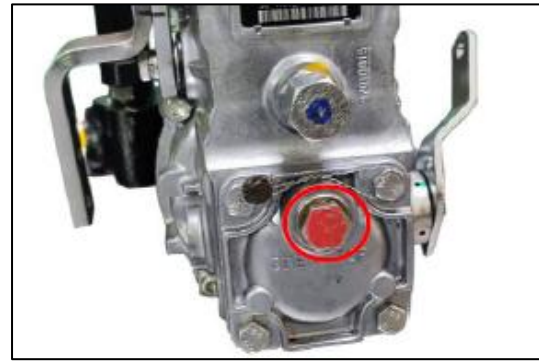

Fig. 267 – VERWIJDERING VAN DE NIVEAUSCHROEF
- Draai de stelschroef (afbeelding 267) los van de eindplaat van de regelaar en verwijder deze. Bewaar de schroef op een stofvrije plaats.